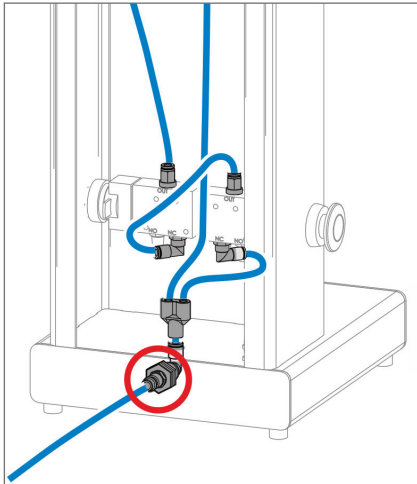

Abb. 23 Pneumatische Verbindung herstellen
04. Verbinden Sie den Korkfix über den Schlauch für die Druckluftversorgung mit einer Druckluftquelle (Abb. 23). Stellen Sie einen Druck von 6 – 8 bar sicher.